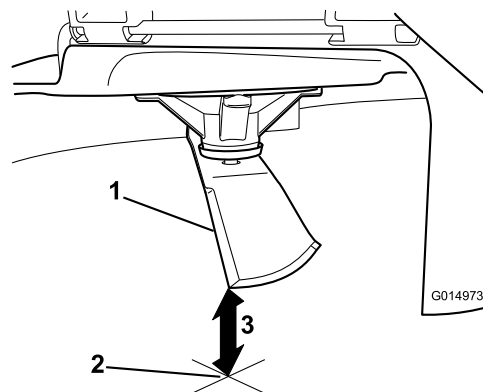

Figura 77
5. Măsurați de la vârful lamei până la suprafața plană (Figura 77).